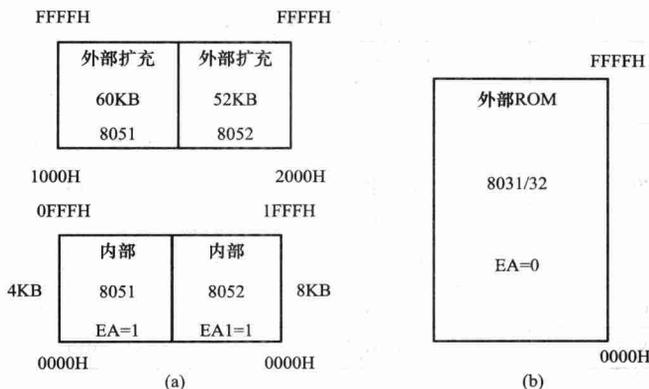

图 1-3 MCS-51 程序存储器配置图
(1) MCS-51 程序存储器配置图。MCS-51 程序存储器配置图如图 1-3 所示。